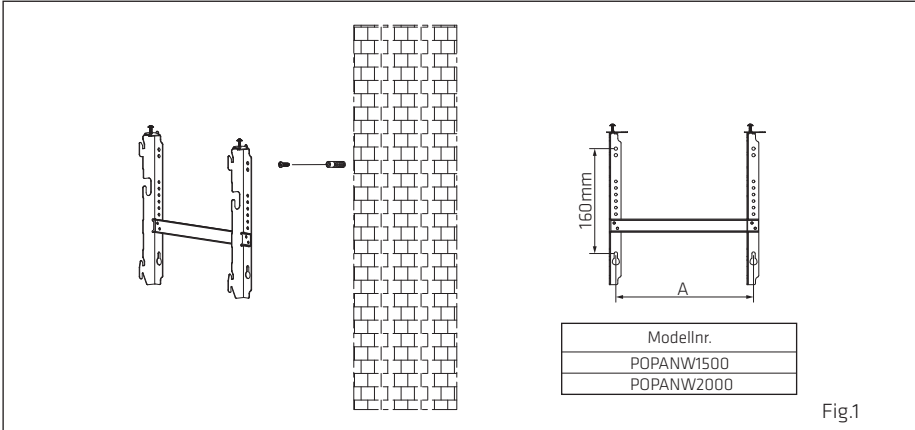

Fig.1
1. Velg et passende sted å montere varmeovnen. Følg minimumsavstandene i alle retninger (fig 1). Demonter veggbraketten ved å løsne skruen (ikke skru av, bare løsne) og skyve metallbitene ut av hullet. Ta ut braketten ved å trekke den ned.